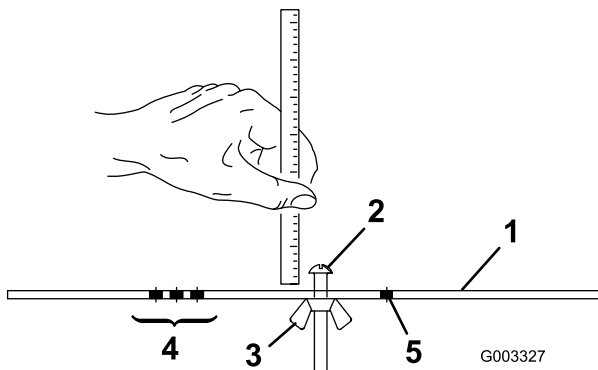

Figure 25
2. Desserrez l'écrou du gabarit (Figure 25) et tournez la vis de réglage de manière à obtenir la hauteur de coupe voulue.